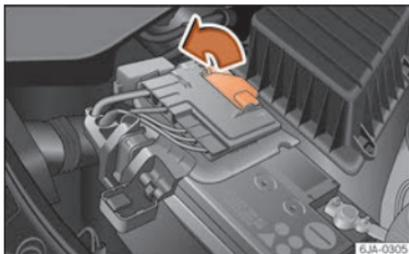

Abb. 248 Batterie: Öffnen der Abdeckung
– Öffnen Sie die Batterieabdeckung in Pfeilrichtung »» **Abb. 248**.